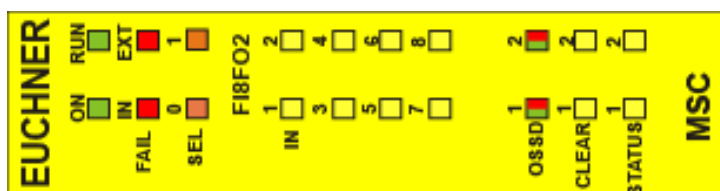

Figure 30 :
8.4.3. Module F18FO2 (Figure 30)